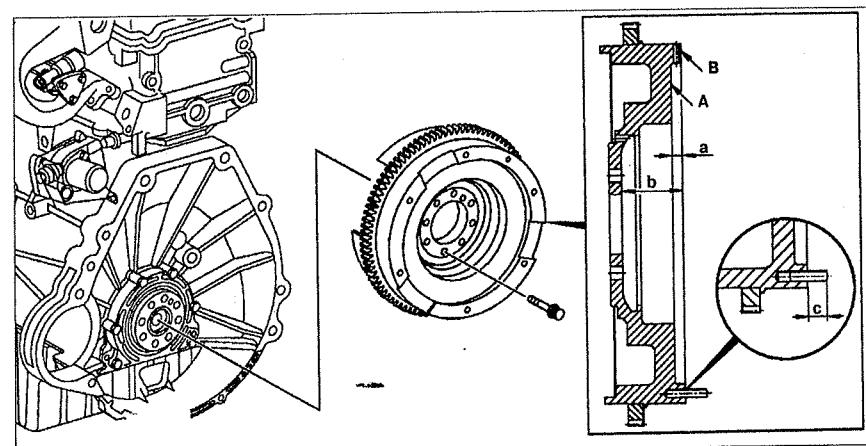

Рис. 2.58. Проверка и механическая обработка:
9. Измерьте базовые размеры *a* и *b* для обработки. Если полученное значение *b* меньше, чем допустимое, или если же требуемый запас поверхности сцепления *A* больше чем 1 мм, замените маховик. Если обрабатывается поверхность *A*, тогда необходимо обработать и поверхность *B* (см. рис.2.58). После обработки поверхность сцепления не должна давать усадку отверстий и/или иметь следов вибрации. Если метки или трещины глубже, чем допустимые, замените маховик. Размеры маховика приведены в таблице 2.5.